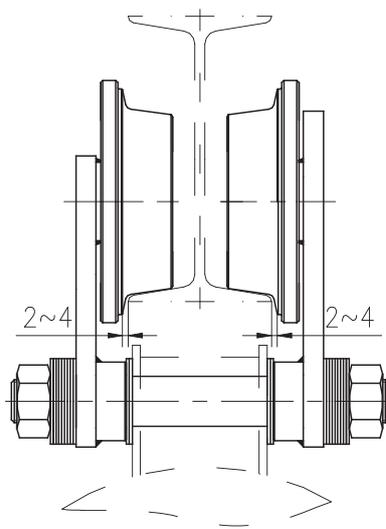

图 5-1
- 4、电动小车和从动小车在安装时应根据轨道的型号用调整垫片调整墙板之间的距离，以保证下翼缘侧面与车轮轮缘之间保持 2~4 毫米间隙(见图 5-1)。